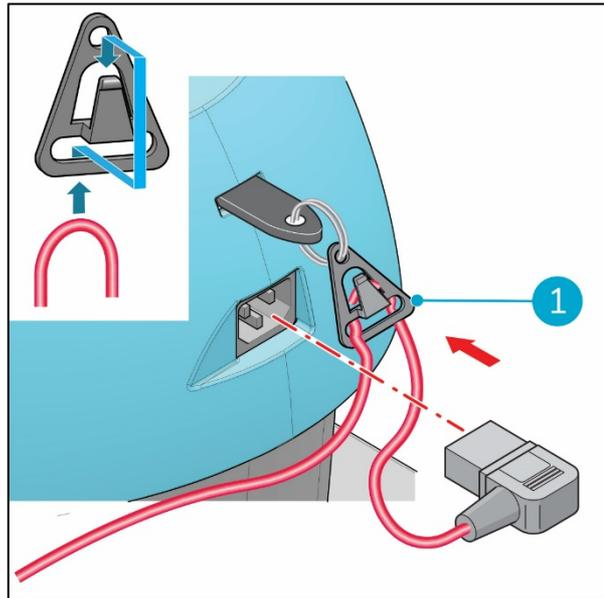

Abbildung 15
1. Stellen Sie sicher, dass das Hauptstromkabel durch die Zugentlastung geführt wurde (Abbildung 15, Pos. 1).